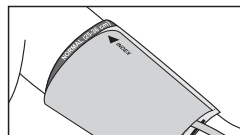

Рис. 10
5. На застегнутой манжете метка «INDEX» должна указывать на область «NORMAL (25-36 см)». Это означает, что манжета подобрана правильно и соответствует размеру окружности плеча. Если метка указывает на область обозначенную «◀|||» или левее, то манжета мала и показания будут завышены. Если метка указывает на область «|||▶» или правее, то манжета велика и показания будут занижены (рис. 10).